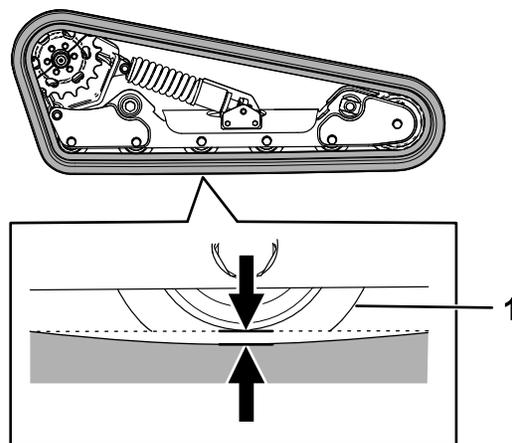

Figura 56
Sollevate/supportate 1 lato della macchina e, utilizzando il peso del cingolo, verificate che la distanza tra la parte inferiore del bordo della ruota non motrice e il cingolo sia pari a 13 mm, come illustrato nella Figura 56. In caso contrario, regolate la tensione dei cingoli eseguendo la procedura di seguito riportata.
- Utilizzando un cricchetto di trasmissione da 1/2", ruotate la vite di tensione fino a quando la flessione del cingolo non è pari a 1,3 cm, come illustrato nella Figura 56.
- Verificate che la flessione del cingolo sia pari a 1,3 cm, come illustrato nella Figura 56. All'occorrenza regolate.
20. Utilizzando un cricchetto di trasmissione da 1/2", ruotate la vite di tensione in senso antiorario fino a quando la flessione del cingolo non è pari a 1,3 cm, come illustrato nella Figura 56.
25. Verificate che la flessione del cingolo sia pari a 1,3 cm, come illustrato nella Figura 56.